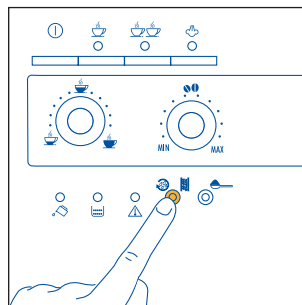

Fig. 14
1) Si ni bien encendida la máquina se desea hacer una taza de café corto (inferior a 60cc), use el agua caliente del enjuague para precalentar las tazas (véase el consejo en el § 4.3 punto 5). Por el contrario, si del último café hecho han transcurrido más de 2/3 minutos, antes de hacer un café nuevo, **es necesario precalentar el infusor, presionando el botón ☕☕☕** (fig. 14). Luego deje que el agua caiga en la bandeja recogegotas, o bien utilice este agua para llenar (y luego vaciar) la taza de café para precalentarla.